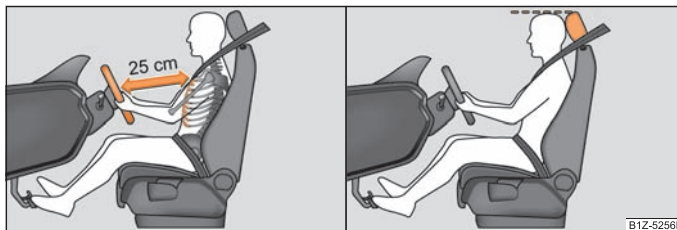

Fig. 89 La distancia correcta entre el conductor y el volante/el ajuste correcto del reposacabezas del conductor
- Ajuste el volante de tal modo, que la distancia entre el volante y el esternón sea, como mínimo, de 25 cm ⇒ fig. 89 - lado izquierdo.
- Ajuste el reposacabezas de tal modo, que el borde superior del mismo se encuentre de ser posible a la misma altura que la parte superior de su cabeza ⇒ fig. 89 - lado derecho
- El conductor se ha de mantener a una distancia mínima de 25 cm del volante ⇒ página 86, fig. 89 - lado izquierdo. Si no respeta la distancia mínima, el sistema de airbag no podrá protegerle - ¡Peligro de muerte!
- Ajuste el reposacabezas de tal modo, que el borde superior del mismo se encuentre de ser posible a la misma altura que la parte superior de su cabeza ⇒ página 86, fig. 89 - lado derecho
- Ajuste los reposacabezas de tal modo, que el borde superior de los mismos se encuentre de ser posible a la misma altura que la parte superior de la cabeza ⇒ página 86, fig. 89 - lado derecho.